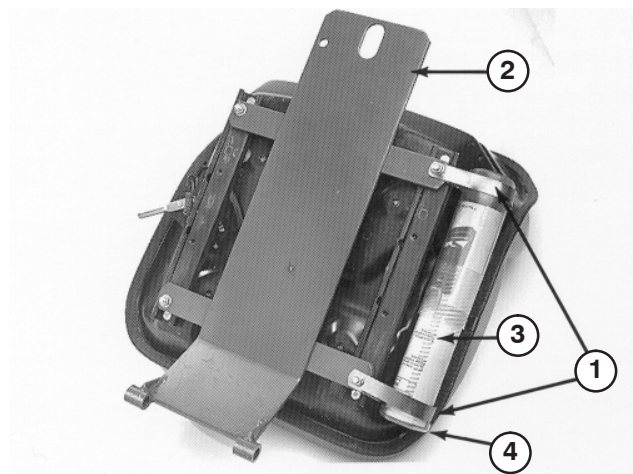
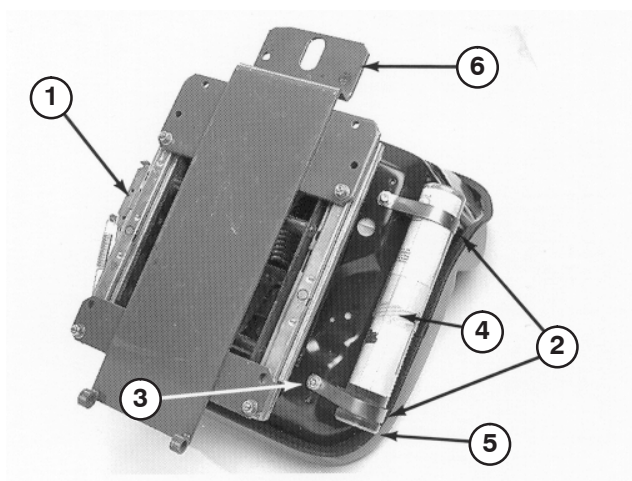

Figure 7
Figure 12
1. Fixez sans les serrer (2) colliers en R au côté droit de la base du siège avec 2 vis d'assemblage et rondelles plates qui font partie du kit (Fig. 7). Placez le tube du manuel dans les colliers en R et serrez les vis d'assemblage (Fig. 7).
- Montez l'ensemble suspension sur 4 vis situées sur la base du siège et fixez-le en place avec 4 rondelles-freins, rondelles plates et écrous (Fig. 12).
- Fixez sans les serrer 2 colliers en R au côté droit de la base du siège avec 2 vis d'assemblage et rondelles plates qui font partie du kit (Fig. 12). Placez le tube du manuel dans les colliers en R et serrez les vis d'assemblage (Fig. 7).
- Montez le support de siège sur quatre goujons filetés sur la base de l'ensemble suspension et fixez-le en place avec des écrous à embase (Fig. 12).